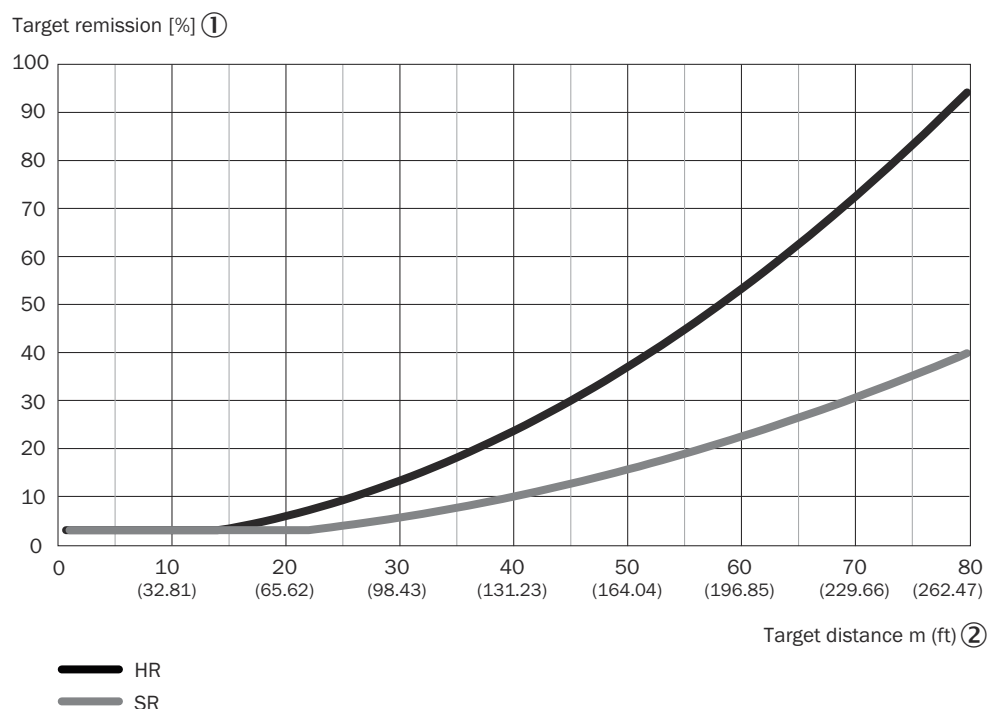

図 14: ターゲットの反射比に応じた検出距離
- ① ターゲットの反射率 [%]
② 対象物距離 [m]
参照 図 14, 25 ページの例: 15 m の間隔までは、LMS5xx (HR) は対象物を反射率 3% から検出できます。80 m の間隔では、反射率が 95% を超える対象物のみが確実に検出されます。